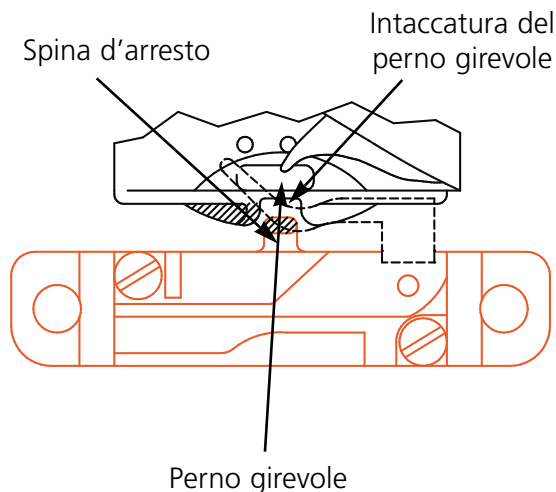

Figura 4-22
9. Allineate la spina d'arresto del controllo del filo inferiore nel panierino interno del perno girevole (come indicato nella Figura 4-22). Se il panierino interno si muove, potrebbe rompere un ago o deteriorare il perno.